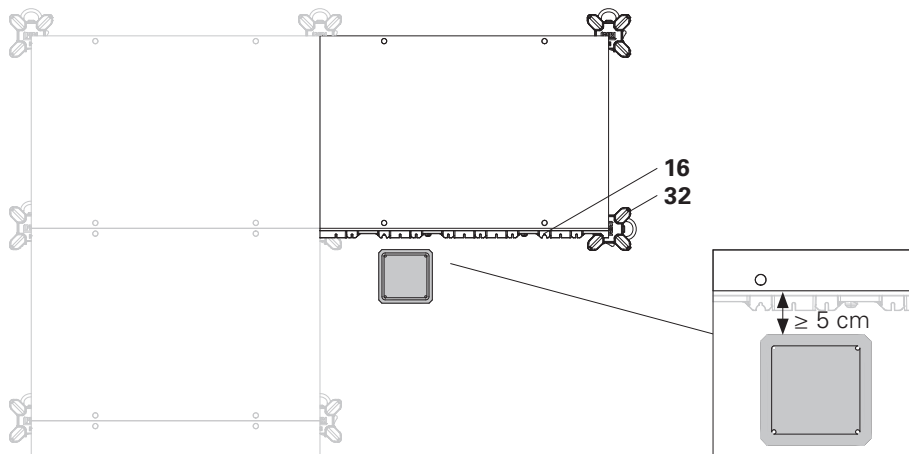

Fig. D3.06a
1. Coffrer la dalle avec le panneau DP (10) autant que possible vers le poteau, voir chapitre D2.
2. Selon la surface restante, choisir un panneau standard ou un panneau de largeur plus réduite (10). Distance par rapport au poteau ≥ 5 cm. (Fig. D3.06a)
5. De l'intérieur, appliquer de biais l'étau de dalle à tête d'étau DFH (32) au bord du panneau et le placer d'aplomb vers l'extérieur. (Fig. D3.06a)